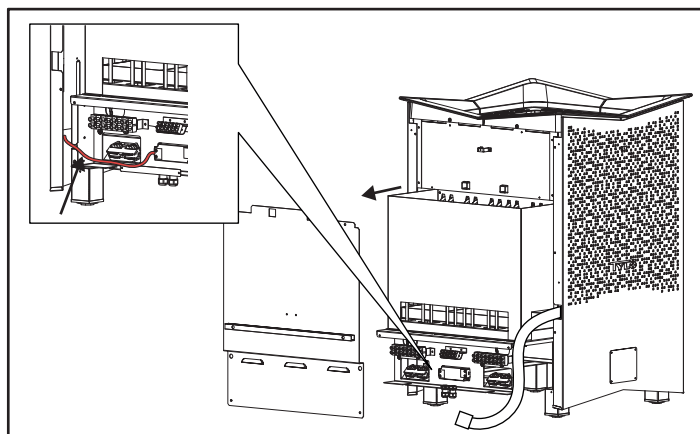

Fig 10: Lossa inkopplingsluckan och dra ut rörpaketet ca 15 cm, tänk på kabeln till trafon.
5. Dra ut lådan ca 15 cm, se fig 10, tänk på kabeln till trafon.